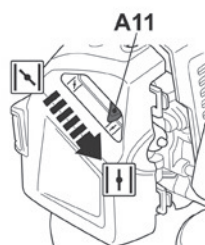

Fig. 35
- > Mova o estrangulador (A11) para a direita para a posição  para abrir o estrangulador (Fig. 35). Mova o estrangulador para a posição  para o arranque a quente e utilização normal.